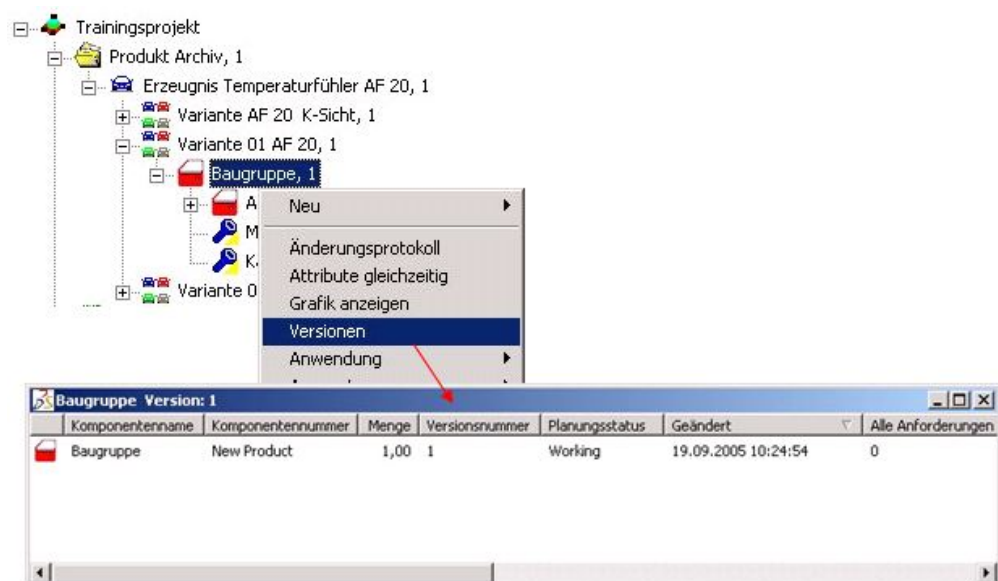

Abbildung 214: Aufruf des Dialogs „Version:“
- ⇒ Es erscheint die Auflistung „Baugruppe 1 Version: 1“. In diesem Dialog sind vorhandenen Versionen dieses Objekts aufgelistet (siehe auch Abbildung 214).